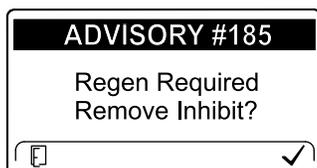

Рисунок 42
**Примечание:** Если вы установите в инфо-центре запрет регенерации, на экране через каждые 15 минут будет отображаться ИНФОРМАЦИОННОЕ СООБЩЕНИЕ № 185 (Рисунок 42), и двигатель будет запрашивать регенерацию со сбросом.